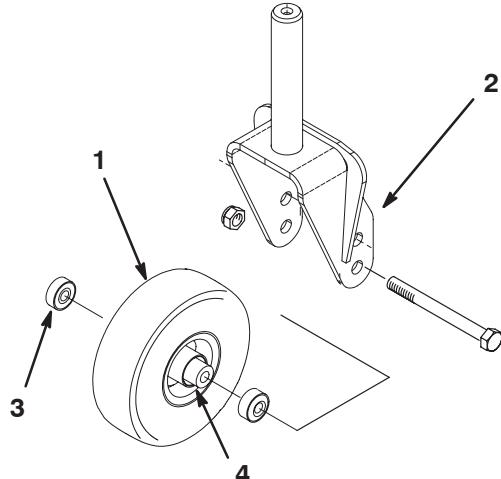

Bild 31
1. Nehmen Sie die Sicherungsmutter von der Kopfschraube ab, die die Laufradgruppe zwischen der Laufradgabel hält (Bild 31). Halten Sie das Laufrad fest und schieben die Kopfschraube aus der Gabel oder vom Gelenkkopf ab.
2. Entfernen Sie das Lager aus der Radnabe und lassen Sie das Lagerdistanzstück herausfallen (Bild 31). Entfernen Sie das Lager aus der gegenüberliegenden Seite der Radnabe.